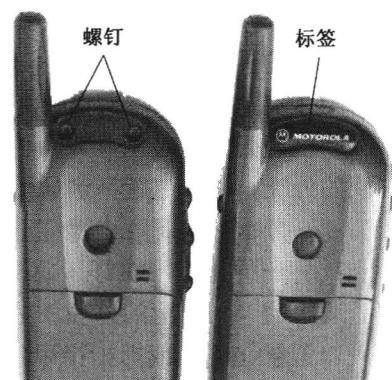

图 1-4 手机标签下面隐藏螺钉举例
(1) 卸下电池。尽管手机的品种很多，而且结构也有所不同，但拆机的第一步应该都是打开电池盖，卸下电池。
(2) 拆卸螺钉。对于大多数手机，找到相应的螺丝刀后，逆时针旋转将螺钉拧下。可是有的手机螺钉被某些东西遮盖起来，需要先取掉螺钉上的遮盖物才能看到。有的螺钉隐藏在标签下面，如图 1-4 所示，有的隐藏在橡胶垫（塞）下面，有的隐藏在液晶屏下面，有的隐藏在外屏盖板下面，还有的隐藏在滑盖下面。
(3) 分离前后机壳。把所有螺钉全部拆卸完毕后，一般就要分离前后机壳了。不论是什么类型的手机，其前后机壳一般都是通过螺钉或塑料卡扣紧固在一起的。拆卸完螺钉后，剩下的工作就是分离塑料卡扣。